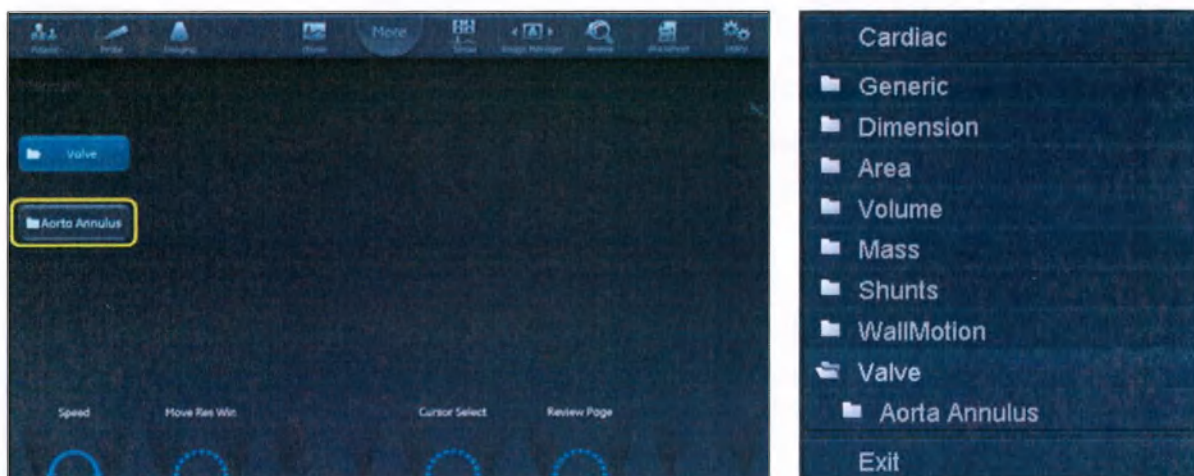

Рис. 8-74. Выбор инструмента 4D Auto AVQ
3. Выберите **Valve > 4D Auto AVQ** (Клапан > 4D Auto AVQ) (Рис. 8-74).